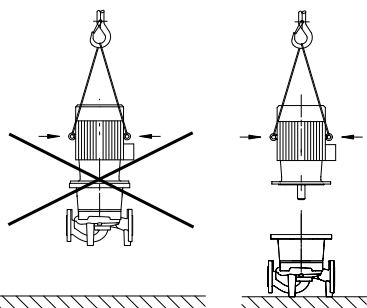

Fig. 16: Fixar o motor
- Utilizar os olhais de elevação do motor só para carregar o peso do mesmo e não para carregar toda a bomba (Fig. 16).